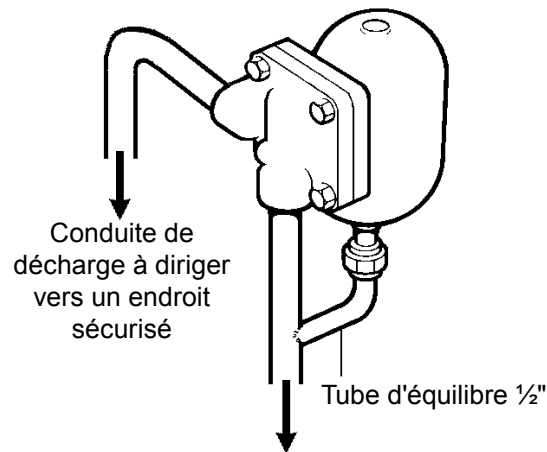

Fig. 2
- 3.4** L'éliminateur AE10S doit toujours être installé en élévation par rapport au point de purge de manière à ce que le flotteur puisse monter et descendre librement dans un plan vertical. Un tube d'équilibre en DN $\frac{1}{2}$ " en pente descendante doit relier l'éliminateur à la tuyauterie d'arrivée comme représenté à la figure 2. Ceci est essentiel pour un bon fonctionnement.